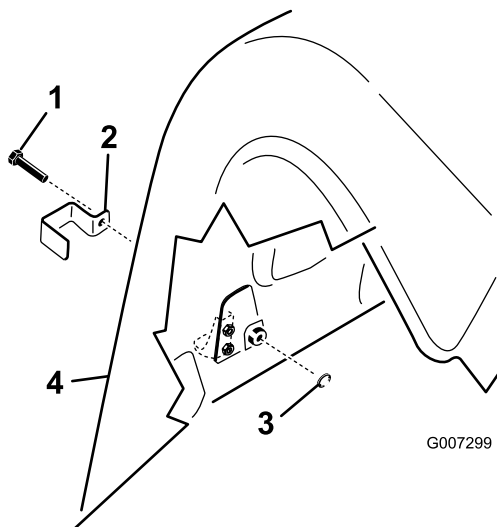

Figura 18
1. No modelo ProCore 864, instale um suporte de bloqueio por cima do capot traseiro inferior esquerdo e direito e dos fechos do capot superior com um parafuso de cabeça hexagonal (4 no total); consulte a Figura 18.
- No modelo ProCore 1298, instale um suporte do bloqueio por cima de todos os fechos do capot inferior traseiro e do fecho do capot superior exterior nas coberturas traseiras direita e esquerda com um parafuso de cabeça hexagonal (3 por cada cabeça de perfuração, 6 no total); consulte a Figura 18).
- Utilizando um alicate ou uma chave ajustável, aperte uma anilha de bloqueio interna em cada parafuso (1 a 2 roscas) para prender o fecho (Figura 18).